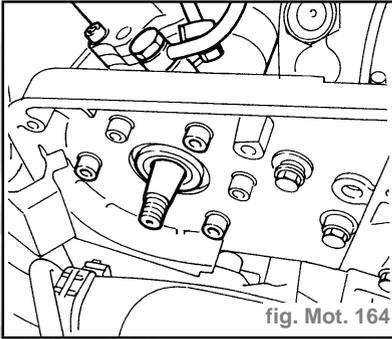

fig. Mot. 164
- Dévisser les vis fixant la pompe d'injection à son support avant de la déposer (fig. Mot. 164).
- Monter la pompe d'injection sur son support en bloquant les vis de fixation indiquées (fig. Mot. 164)